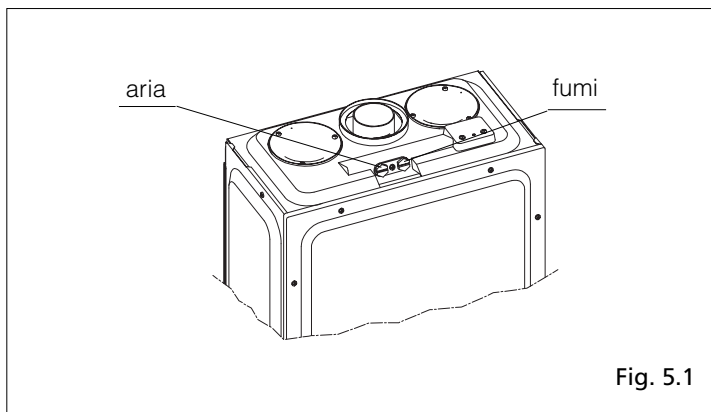

Fig. 5.1
- Con la caldaia alla massima potenza, in modo  (estate), temperatura sanitario a 60°C, rubinetto dell'acqua calda alla massima portata, è possibile effettuare il controllo della combustione inserendo le sonde nelle posizioni previste sulla cassa aria (fig. 5.1)